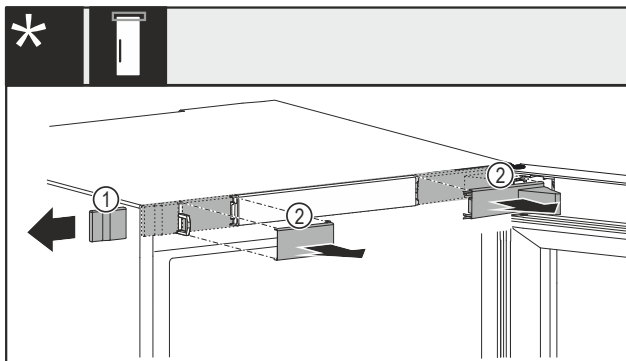

Fig. 13 Med mekanisk eller elektrisk lås*
- Fjern forsigtigt afdækningen Fig. 13 (1) fra siden.*
- Løsn forsigtigt afdækningerne Fig. 13 (2) forfra.*